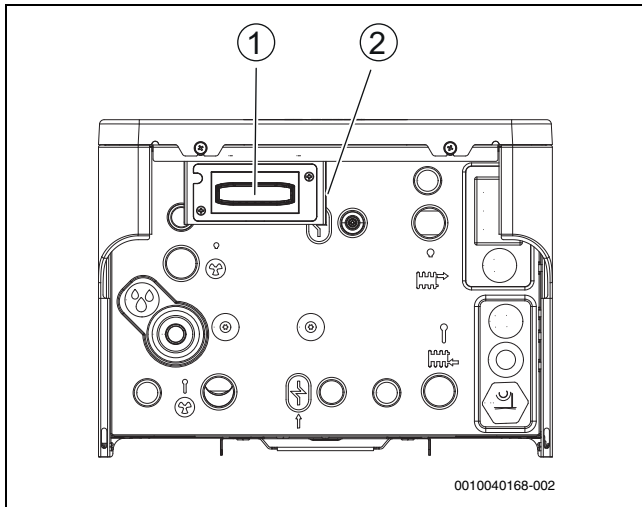

Fig. 12 Placer Connect-Key
1. Ouvrir le levier (→[2], figure 12).
2. Placer le module dans le support (→[1], figure 12).